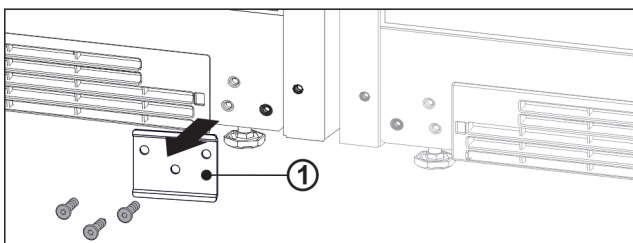

Fig. 13
- ▶ Jei sumontuotas skydelis Fig. 13 (1), jį atsukite.